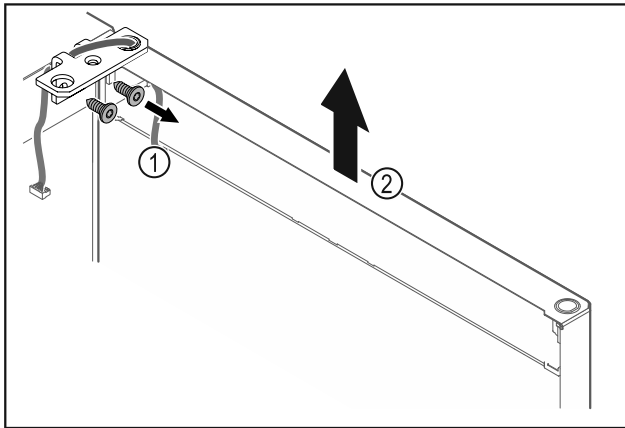

Fig. 24
- Desatornille el soporte de la bisagra Fig. 24 (1).
- Levante la puerta, incluyendo el soporte de la bisagra Fig. 24 (2), unos 200 mm hacia arriba y retírela.